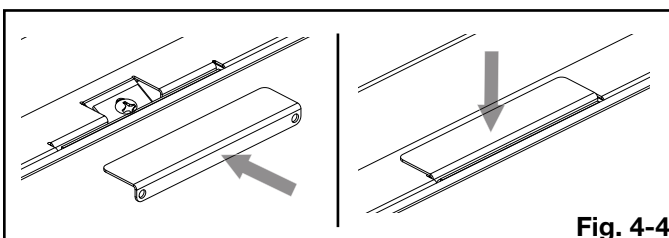

Fig. 4-4
3. Couvrez la vis avec la plaque de recouvrement de vis centrale (fournie) (Fig. 4-4).